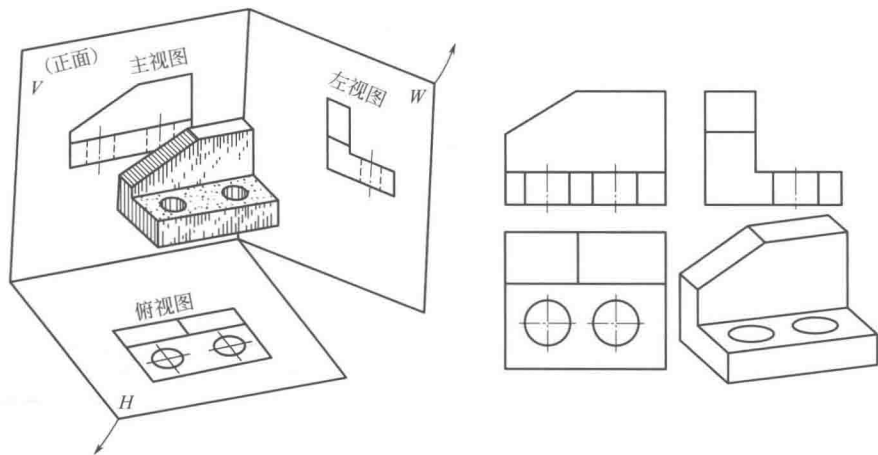

图 1-1 形体的正投影与三视图
① 人们通过长期的生产实践,创立了“投影法”——用光线照射形体,而在选定的投影面上,获得投影图形的方法。
② “投影法”分为两大类:中心投影法和平行投影法。平行投影法中又分为两类:正投影和斜投影。
③ 正投影法——用平行光线照射形体,而且,光线必须与选定的投影面垂直。由于这种投影法能反映形体表面的实形,绘图简捷,所以,这是工程界常用的方法。
④ 多面投影——正投影法通常采取从形体的前、左、上方等分别进行正投影。这样,几个投影联合起来,便可全面反映形体的形状。
⑤ 基本投影面——为了全面反映形体的形状、结构,国际、国家标准规定了三个相互垂直的基本投影面,如图 1-1 形体的正投影与三视图所示。国际标准统一规定:正面投影面的代号为 V ,水平投影面的代号为 H ,侧面投影面的代号为 W 。
⑥ 三视图——将形体置于三面投影体系中,分别用平行光线向三个投影面垂直照射,所获得的投影图形,即称为正投影图,也就是常说的“三视图”(形体在正面投影面上的投影称为“主视图”,形体在水平投影面上的投影称为“俯视图”,形体在侧面投影面上的投影称为“左视图”)。为了将三个互相垂直的视图能画在一个平面上,按照国家标准规定,要求正面投影面保持不动,水平投影面向下旋转 90° ,侧面投影面向右旋转 90° 。再去掉各投影面的边框,即形成了如图 1-1 所示的形体三视图。其位置是:主视图的正下方是俯视图,主视图正右方是左视图。
⑦ 三视图的投影规律:主视图、俯视图——长对正;